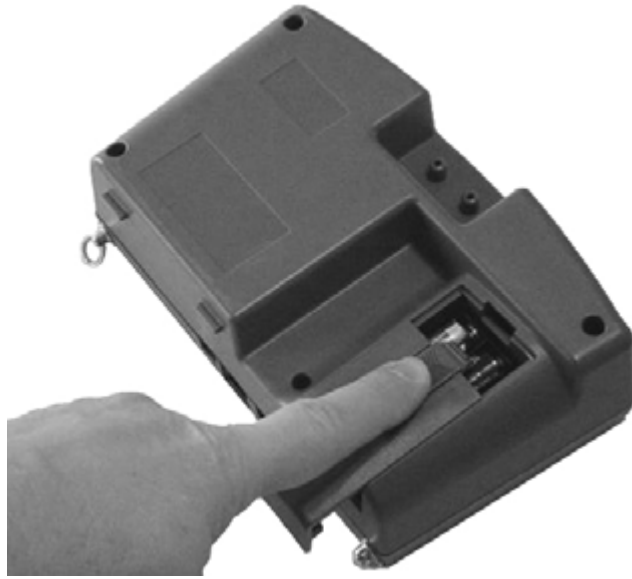

Abb. 4: Entfernung des Batteriefachdeckels
1. Schalten Sie das Gerät aus und drehen Sie es herum. Das Batteriefach befindet sich hinten rechts (siehe auch Abb. 4).
1. Schalten Sie das Gerät aus und drehen Sie es herum (siehe Abb. 4).